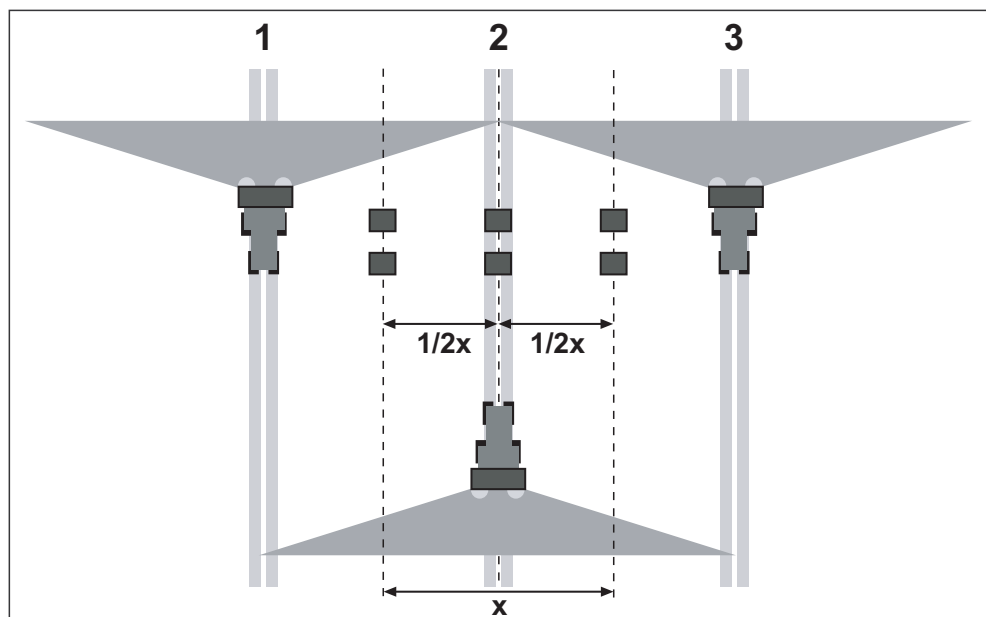

Bild 8.27: Aufstellung für drei Überfahrten
- Je zwei Auffangschalen im Abstand von **1 m** hintereinander in den Überlappungszonen und in der mittleren Fahrspur aufstellen (entsprechend Bild 8.27).